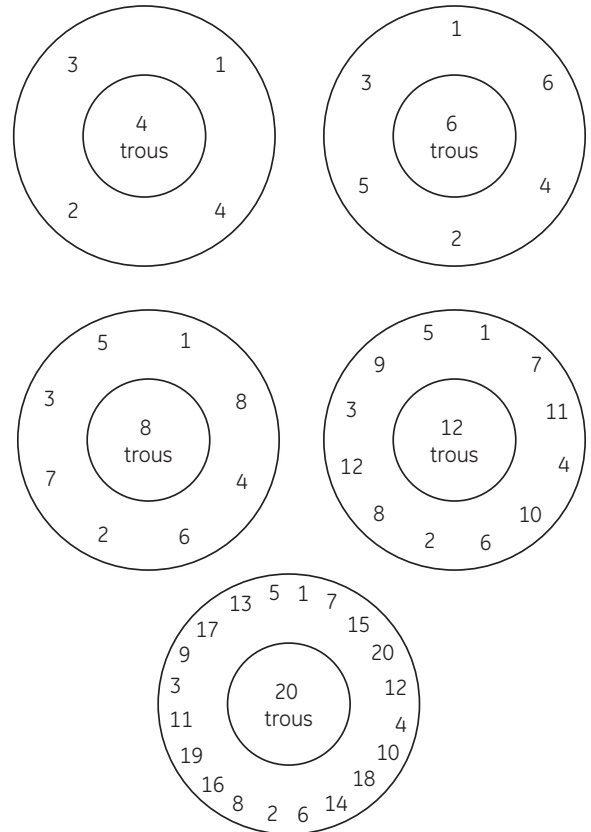

Figure 50 : Ordre de serrage des boulons
18. Serrez aux couples indiqués dans le tableau 12 en appliquant l'ordre de serrage indiqué dans la figure 50 et le tableau 13.